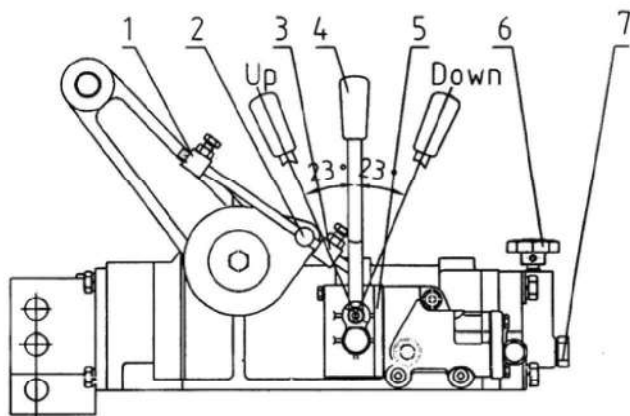

Рис.3. Гидравлический подъемник
- а. Подъем и опускание сельскохозяйственного оборудования (смотрите Рис. 3). Переключите рычаг управления (4) вперед, и оборудование опустится вниз. Закрепите колодку ограничителя (1) так, чтобы штырь (2) только касался ее. Когда орудие опущено вниз на необходимую рабочую глубину, отпустите рычаг (4) назад в нейтральное положение; таким образом, орудие будет удерживаться на заданной рабочей глубине.